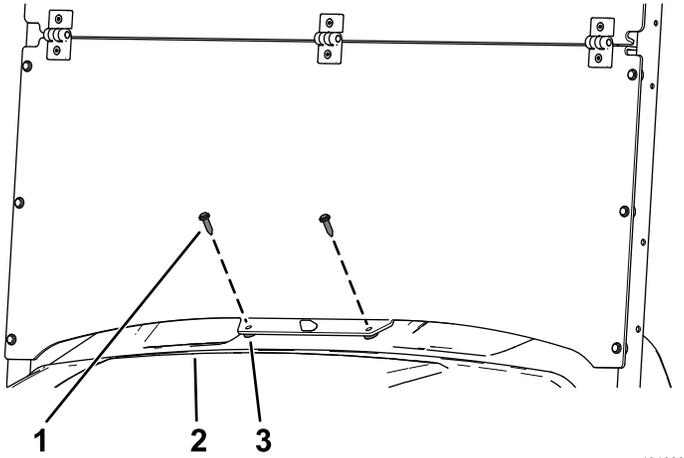

图 5
5. 用 2 个塑料隔片和 2 个长塑料铆钉将风挡下部的底部固定至仪表板图 5。